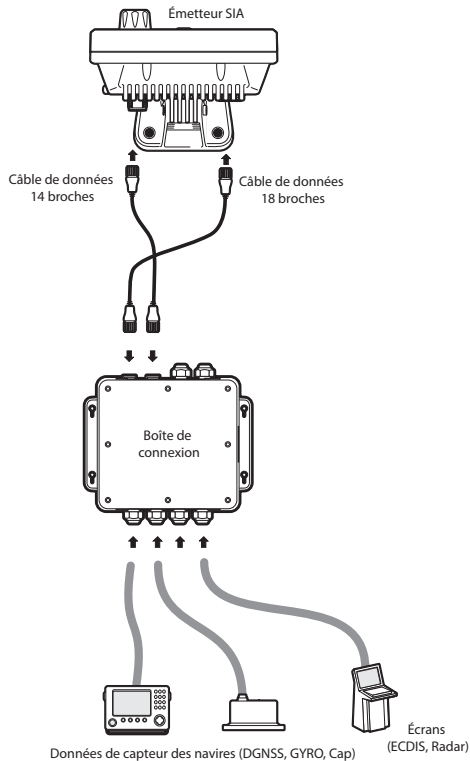

Figure 34 Raccordement de l'équipement externe
- La Figure 34 montre un exemple de raccordement de l'équipement externe à l'aide de l'accessoire de la boîte de connexion.